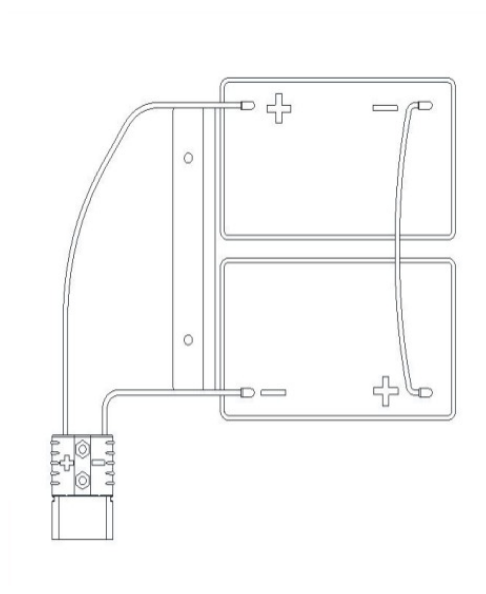

FIG. 3 — Raccordement des batteries
REMARQUE : La machine nécessite deux batteries de 12 V raccordées en série ou une batterie au lithium de 24 V. Effectuez le câblage conformément à la FIG. 3. Le logement accepte des batteries de 590 x 390 x 350 mm maximum.
- 4) Effectuez le câblage comme indiqué sur la FIG. 3 et serrez la vis de blocage de la batterie.